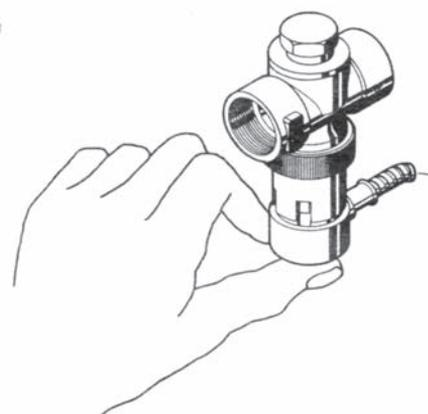

Fig. 16 Dispositivo di scarico di termoprotezione
- Premere il cappuccio rosso contro la valvola (fig. 16) > l'acqua deve fuoriuscire nell'imbuto.